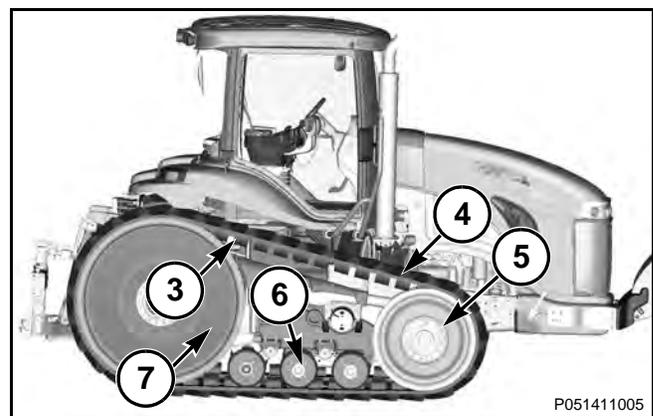

FIG. 230
FIG. 230: Los cortes, ranuras y desgastes menores en los bloques de guía (3) no ocasionarán problemas operacionales. Sin embargo, una correa de aplicación extrema a la que le faltan dos o más bloques de guía consecutivos debería repararse.